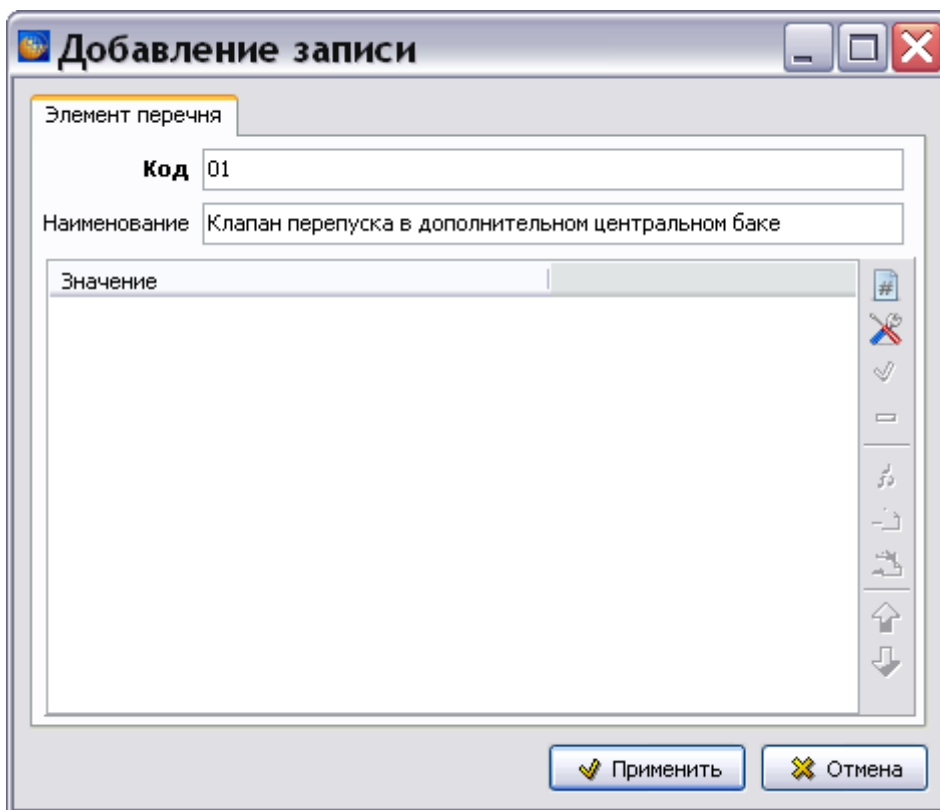

Рис. 12.4
2. На инструментальной панели нижнего окна нажмите на кнопку **Элемент**  **Элемент**. В окне **Добавление записи** введите код и название элемента (Рис. 12.4).